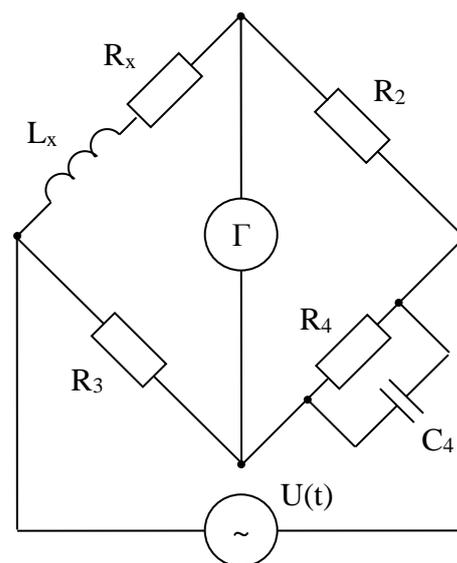

Рис. 3.
15. Мостовая цепь, изображенная на рис. 3, уравновешена. Определите R_x и L_x , если известно, что $R_2 = 100$ Ом, $R_3 = 100$ Ом, $C_4 = 1$ мкФ, $R_4 = 1000$ Ом.